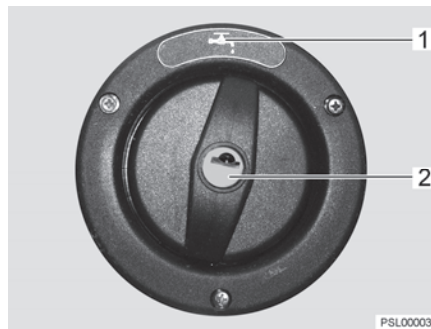

Bild 152 Verschlussdeckel für Trinkwasser-Einfüllstutzen
Der Trinkwasser-Einfüllstutzen ist mit dem Symbol "☰" (Bild 152,1) gekennzeichnet. Der Verschlussdeckel wird mit dem Schlüssel für die Außenklappenschlösser geöffnet und verschlossen.
- Schlüssel in Schließzylinder (Bild 152,2) stecken und eine viertel Umdrehung entgegen dem Uhrzeigersinn drehen.
- Trinkwasser-Einfüllstutzen (Bild 152) öffnen.